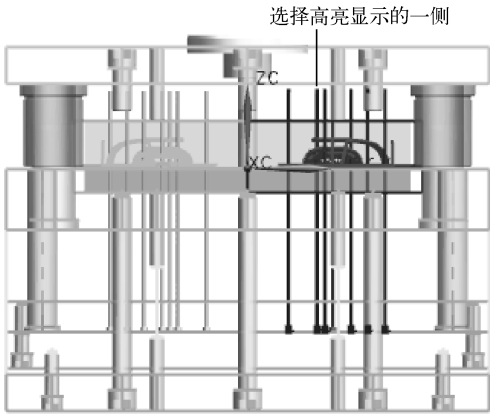
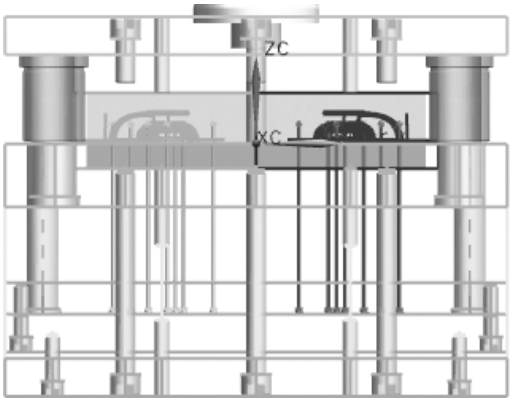

图 10-67 选择高亮显示的一侧修剪顶杆
图 10-68 修剪后的顶杆
(3) 如图 10-67 所示,在工作区选择高亮显示的一侧的顶杆作为目标体,然后在图 10-66 所示的【推杆后处理】对话框中确认用型芯曲面作为修边曲面,单击【确定】按钮,修剪顶杆如图 10-68 所示。